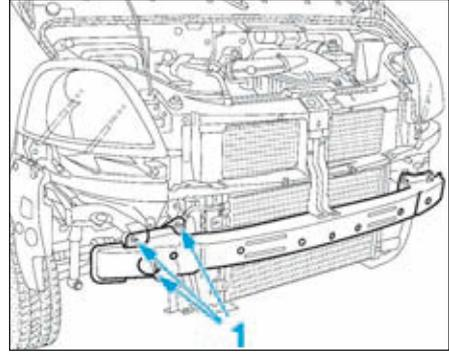

FIG.129
- Déposer, des deux côtés du véhicule, les vis trois de fixation (1) (Fig.129).